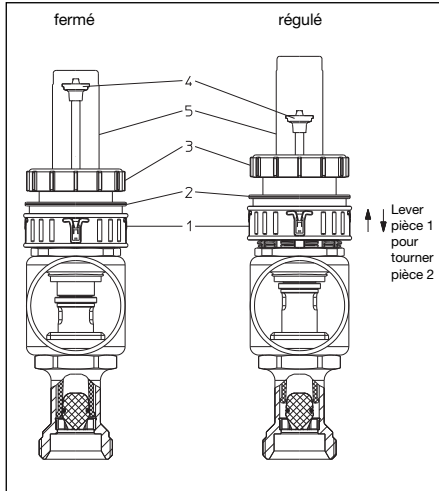

Fig. 7.1: Réglage des débitmètres pour la mesure et le réglage du débit
7.2. Réglage des débitmètres pour la mesure et le réglage du débit (fig. 7.1)
- Lever le cliclip (1) jusqu'à enclenchement.
- Tourner le capuchon de blocage (2) vers le haut.
- Régler le débit calculé en tournant la poignée manuelle (3) du premier débitmètre.
- La lecture se fait sur la bague indicatrice rouge (4) dans le verre indicateur (5). L'échelle indique des valeurs entre 0 et 5 l/min.
- Le réglage étant terminé, fermer le capuchon de blocage (2) jusqu'à la butée.
- Protéger les débitmètres contre tout risque de dérèglement en poussant le circlip (1) vers le bas.